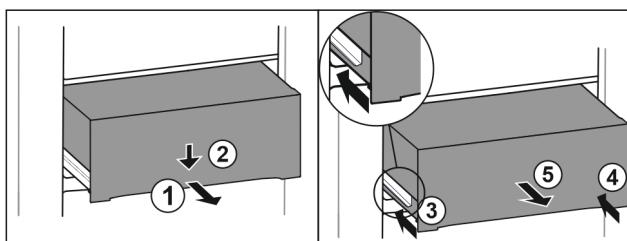

Fig. 104
- ▶ Вытяните выдвижной ящик наполовину. *Fig. 104 (1)*
- ▶ Вдавите выдвижной ящик в передней части вниз. *Fig. 104 (2)*
- ▶ Задвиньте левую направляющую прим. на 2 см. *Fig. 104 (3)*
- ▶ Задвиньте правую направляющую прим. на 2 см. *Fig. 104 (4)*
- ▶ Извлеките выдвижной ящик движением вперед. *Fig. 104 (5)*